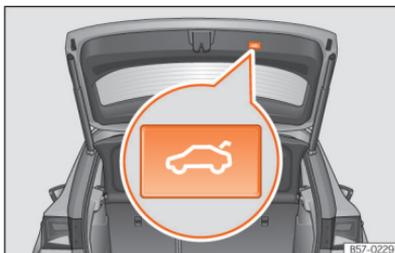

Fig. 60 Porta da bagageira: botão para fechar a porta da bagageira.
- OU:** pressione o botão na porta da bagageira aberta »» **Fig. 60.**
- Pressione brevemente o botão disposto na porta da bagageira **>>> Fig. 60,** **>>> Δ em Introdução ao tema na página 82.**
Durante todo o processo de abertura ou de fecho da porta da bagageira, soam os sinais sonoros. *Exceção:* quando se abrir a porta manualmente através do punho ou através da função Easy Open com o movimento do pé ou se fechar através do botão disposto na mesma »» Fig. 60.
- Pressione o botão ⇄ »» Fig. 60 disposto na porta durante, pelo menos, 3 segundos.